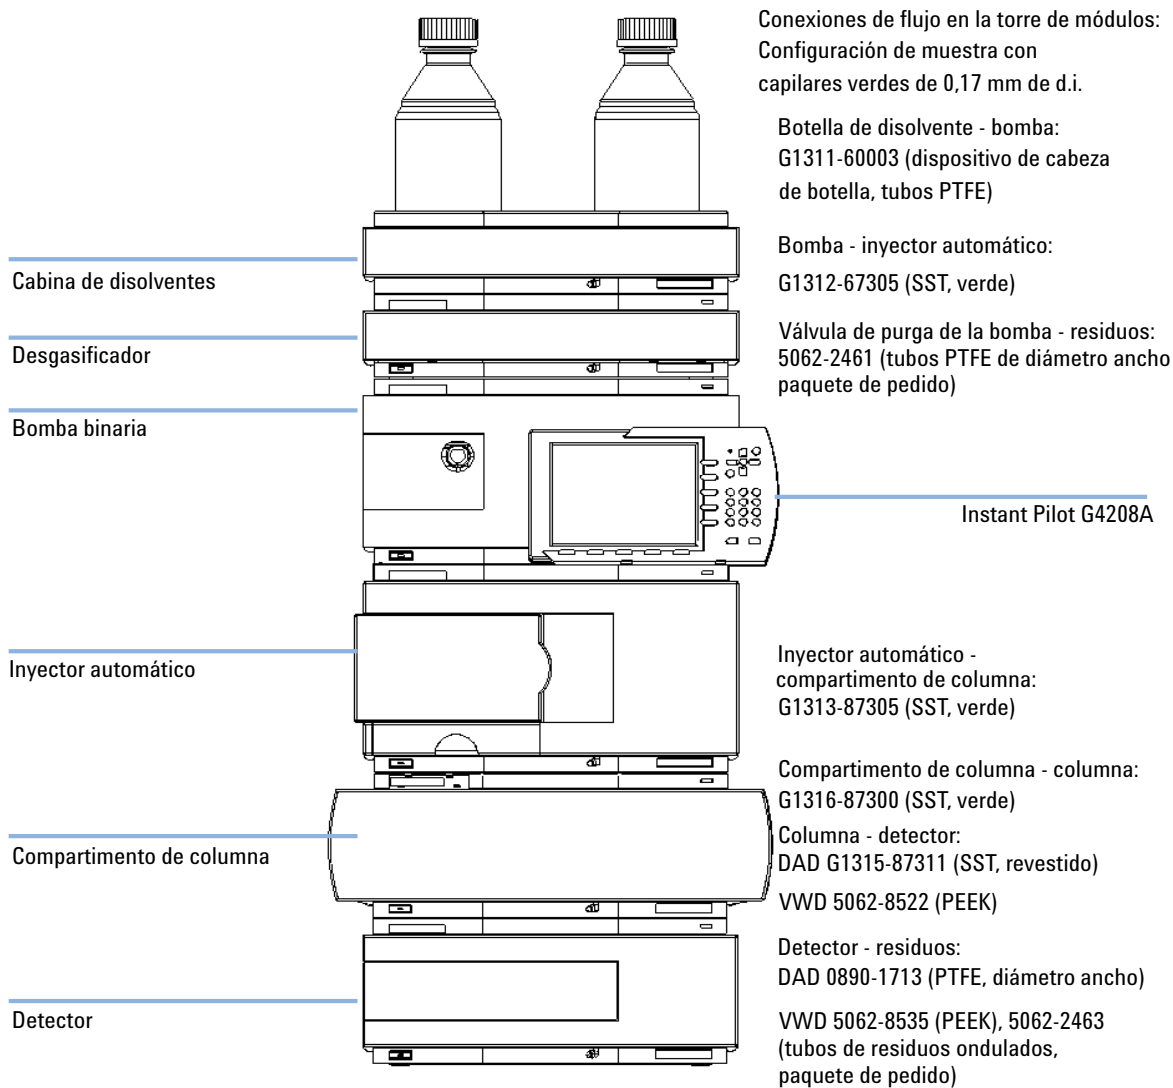

Figura 5 Configuración recomendada de la torre de módulos (vista frontal)
- 1 Coloque los módulos en una torre tal y como se muestra en Figura 5 en la página 30.
- 1 Coloque el desgasificador de vacío en la torre de módulos tal y como se muestra en Figura 5 en la página 30.